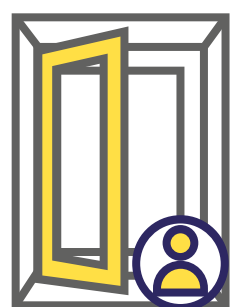

рис.4
5.5. Для ограничения доступа детей заказывайте средства защиты от открывания (например, запирающиеся ключом оконные ручки или детские замки) (рис. 4)